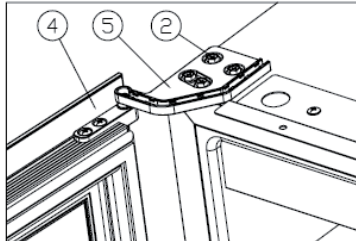

Ilustración 6
7. Gire la puerta (4) 180 ° y coloque la bisagra inferior derecha (5). Atornillela con los 16 tornillos M5 (2) (véase ilustración 6).